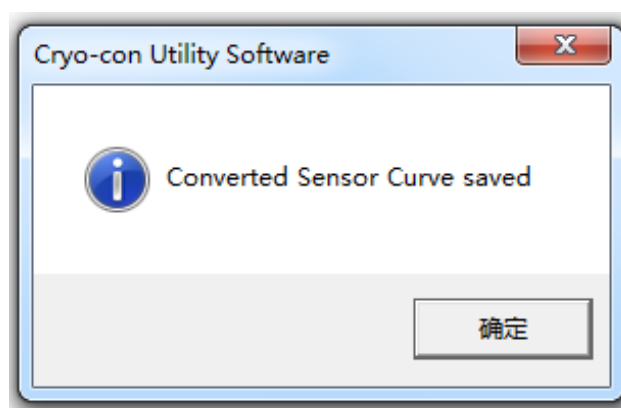

图 4.18 曲线保存成功
3、选择文件的保存路径，输入文件名，点击保存。保存完成后，会跳出如图 4.18 所示的提示窗口。xx.crv 文件可以在对应的路径中找到。